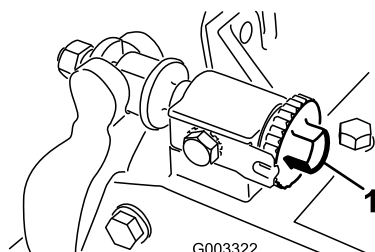
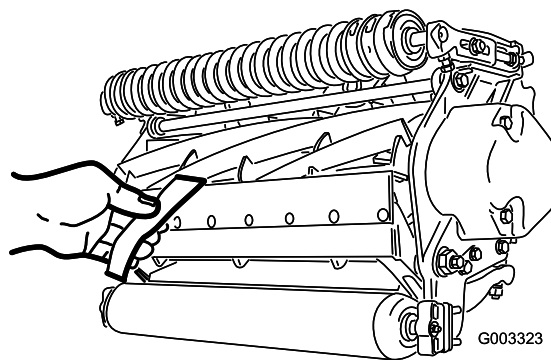

Bild 12
Bild 13
1. Stellen Sie die Maschine auf eine flache, ebene Arbeitsfläche. Stellen Sie sicher, dass die Spindel das Untermesser nicht berührt. Drehen Sie die Einstellschrauben des Untermesserträgers nach links (Bild 12).
Wichtig: Stellen Sie sicher, dass die Muttern hinten an den Einstellschrauben des Untermesserträgers nicht auf der Arbeitsfläche aufliegen (Bild 12).
3. Führen Sie an einer Seite der Spindel einen langen Streifen Papier zwischen der Spindel und dem Untermesser ein (Bild 13). Drehen Sie die Einstellschraube des Untermesserträgers, während Sie die Spindel langsam vorwärts drehen, nach rechts (am selben Ende der Spindel) (Bild 12), jeweils um einen Klick, bis das Papier fest gehalten wird, wenn Sie es von vorne parallel zum Untermesser einführen. Wenn das Papier gezogen wird, sollten Sie einen leichten Widerstand spüren.
5. Vergewissern Sie sich nach dieser Einstellung, dass die Spindel Papier einklemmen kann, das von vorne eingeführt wird, und Papier schneiden kann, das senkrecht zum Untermesser eingeführt wird (Bild 13). Papier müsste sich mit minimalem Kontakt zwischen Untermesser und Spindelmessern schneiden lassen. Wenn ein zu großer Spindelwiderstand besteht, läppen oder schleifen Sie das Mähwerk nach, um die für einen genauen Schnitt erforderlichen scharfen Kanten zu erhalten (weitere Angaben finden Sie in der Toro Anleitung Schärfen von Spindel- und Sichelmähern, Form No. 80-300PT).